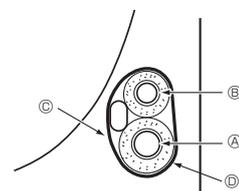

Fig. 4-4
4.4.1. Förvaring i enhetens rörutrymme (Fig. 4-4)